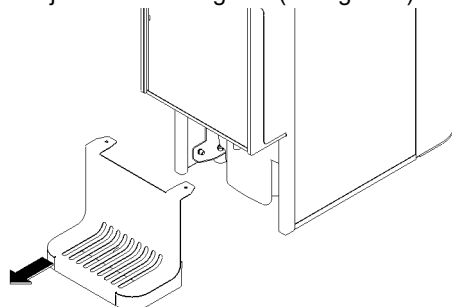

figura 1
- 2 Quite el cajón colector de gotas (ver figura 1).